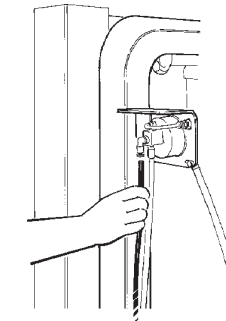

fig.43
- Collegare il **tubino dell'aria** al raccordo rapido, inserendolo nell'apposito foro (fig.43).
- Connect the small air hose to the quick connector, inserting it into the relevant hole (fig.43).
- Lier le **tuyau de l'air** au raccord rapide, en l'insérant dans le trou spécial (fig.43).
- Das **Luftschläuchlein** durch Einführen in die entsprechende Öffnung mit dem Schnellanschlußstück verbinden (Abb. 43).